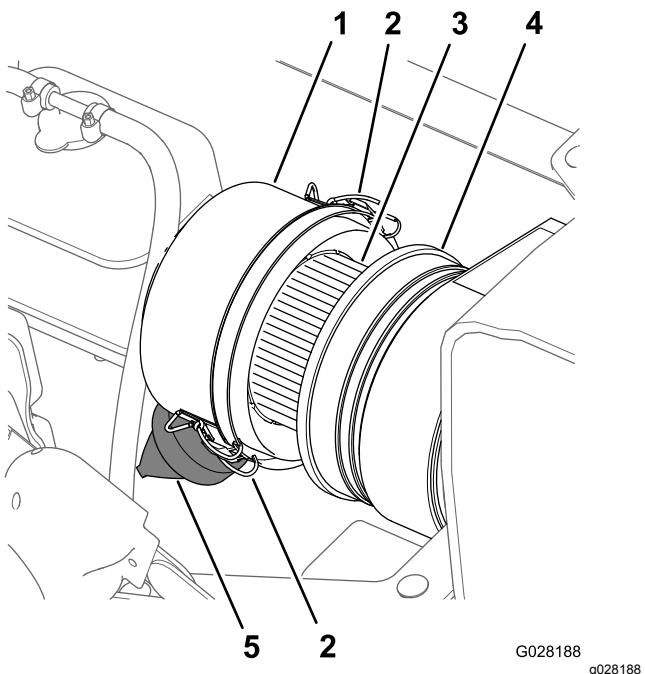
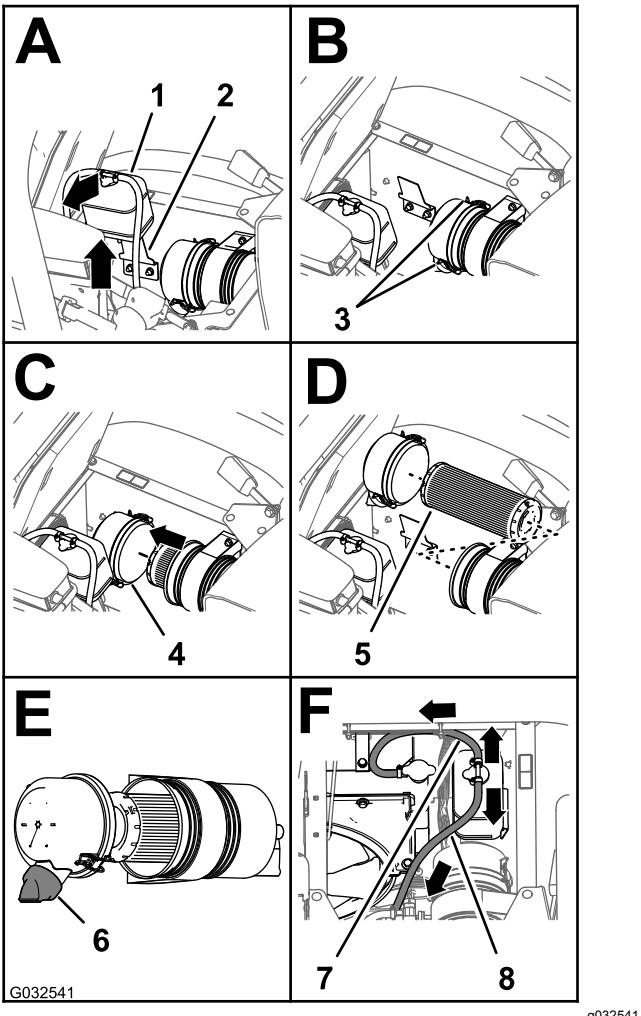

Figura 68
Figura 69
3. Limpie el tapón guardapolvo y el cuerpo del limpiador de aire (Figura 68).
4. Inspeccione la carcasa del limpiador de aire en busca de daños que pudieran causar una fuga de aire (Figura 68).
5. Apriete la válvula de polvo para limpiarla de suciedad, polvo y residuos (Figura 68).
7. Compruebe si el elemento del filtro de aire tiene una acumulación excesiva de suciedad, polvo y residuos (Figura 68).
8. Instale el tapón guardapolvo en el cuerpo del limpiador de aire, y sujetelo con los 2 enganches (Figura 68).
2. Limpie el tapón guardapolvo y el cuerpo del limpiador de aire (Figura 68).
3. Levante el depósito de expansión del refrigerante y retírelo del soporte del depósito (Figura 69).
4. Abra los dos enganches que sujetan el tapón guardapolvo a la carcasa del limpiador de aire (Figura 69).
6. Limpie el interior del tapón guardapolvo, la carcasa del limpiador de aire y la válvula de polvo con un trapo húmedo (Figura 68 y Figura 69).
7. Instale el elemento del filtro de aire en la carcasa del limpiador de aire (Figura 69).
8. Instale la tapa sobre el cuerpo del limpiador de aire y sujetela con los 2 enganches (Figura 69).
Nota: Asegúrese de que la válvula de polvo está alineada a una posición entre las 5 y las 7, vista desde el extremo (Figura 69).
9. Alinee el depósito de expansión del refrigerante con el soporte del depósito y coloque el depósito firmemente (Figura 69).
Importante: Asegúrese de que la manguera de alivio de presión está enrutada hacia delante y hacia abajo, y que la manguera de ventilación está enrutada hacia atrás, según se muestra en Figura 69.